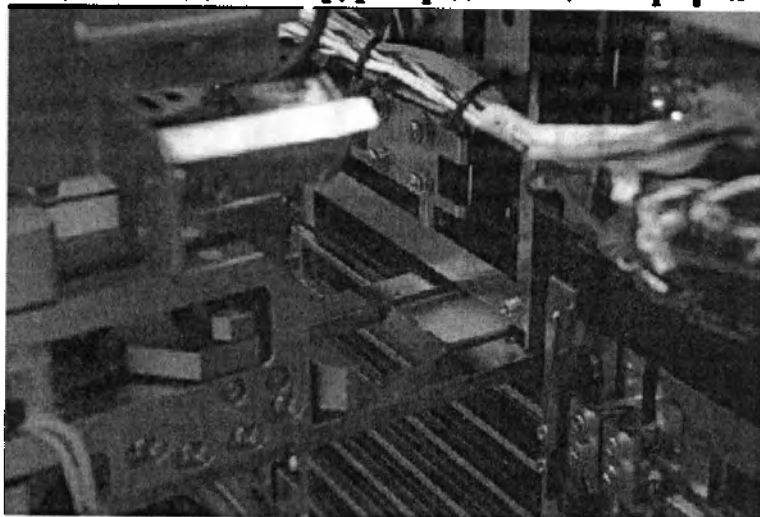

Рисунок 1 Ж. Парафиновый блок, помещенный в разгрузочную дверцу
Как показано на рис. 1 С, роботизированная система включает два основных модуля, механизм захвата (15), и стейджер (16), каждый с тремя осями движений. Эти два модуля переносят кассетные системы Paraform из площадки загрузки обойм (20) в область заливочных форм (14), и наконец, в область разгрузочной дверцы.